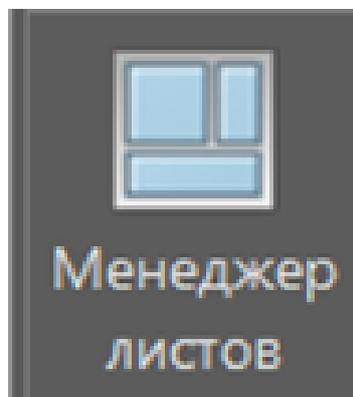

Рис. 5.3
- кнопка “Менеджер листов” - при нажатии открывает диалоговое окно менеджера листов (рис. 5.3).